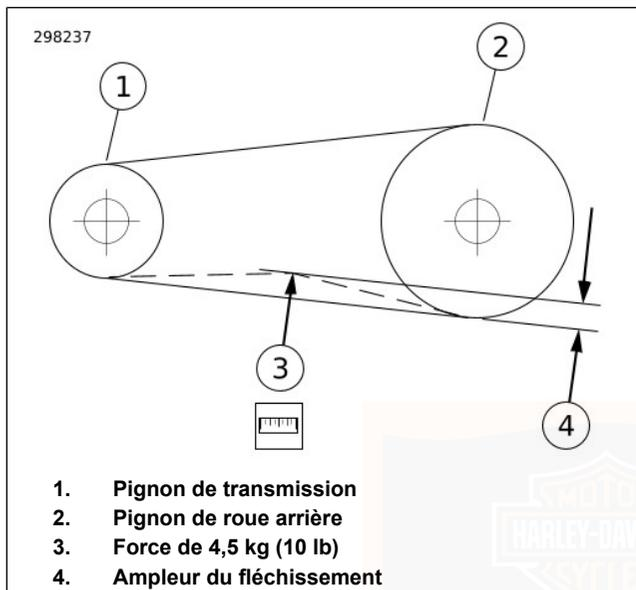

Figure 75. Vérification du fléchissement de la courroie
- b. **Tous les autres modèles** : voir Figure 75. Mesurer le fléchissement de la courroie (4) tout en immobilisant la jauge.